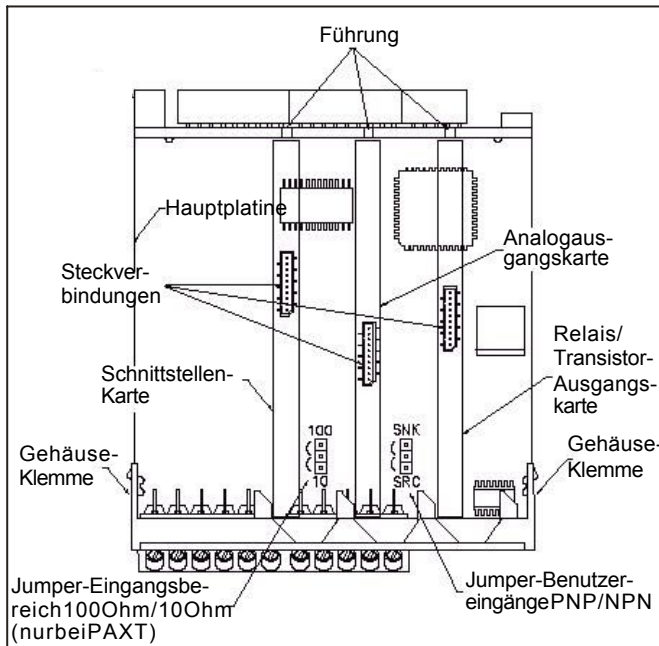

Bild 4.1: Ausgangskarten
Die Ausgangskarten haben feste Einbaupositionen. Die Steckverbinder der Karten sind so konstruiert, daß jede Karte nur auf eine bestimmte Position paßt. Die Einbauposition der Karten sind aus Bild 4.1 ersichtlich.
2. Stecken Sie die Ausgangskarte auf den entsprechenden Steckplatz (siehe Bild 4.1).